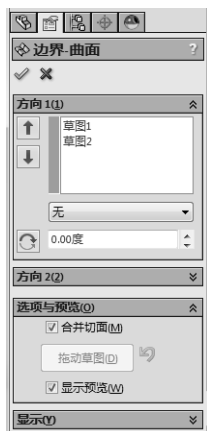

图 6-71 设置边界曲面属性
- [5] 设置边界曲面属性, 在“方向 1”中选择“草图 1”、“草图 2”, 在“选项与预览”中选择“合并切面”、“显示预览”, 如图 6-71 所示。